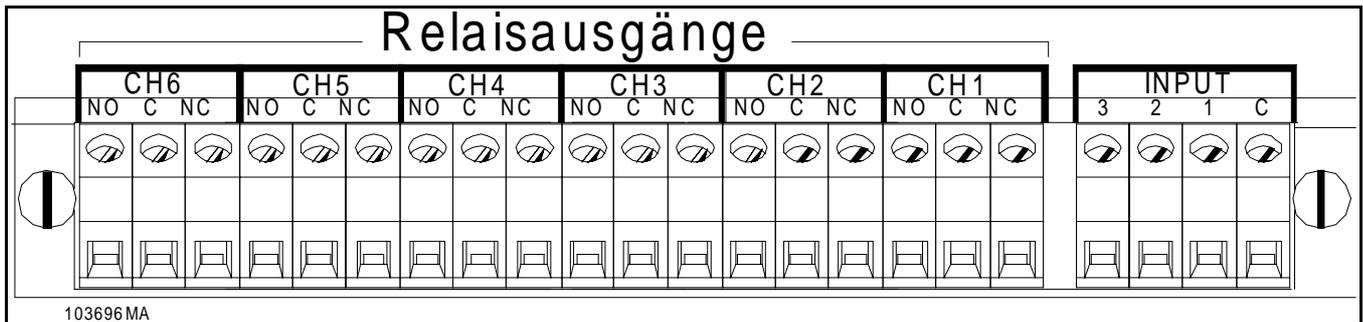

Bild 2-10 Anschlußblock Digitaler Ein-/Ausgang
A. Digitaler Ein-/Ausgang - Über eine Klemmleiste gemäß Bild 2-10 können sechs potentialfreie Relaiskontakte als Alarmausgänge geschaltet werden: Arbeitskontakte (NO), Wurzel (C) und Ruhekontakte (NC) sowie die drei Digitaleingänge mit gemeinsamer Masse. Die Relaiskontakte können AC 250 V bei 1 A oder DC 30 V bei 1 A schalten.